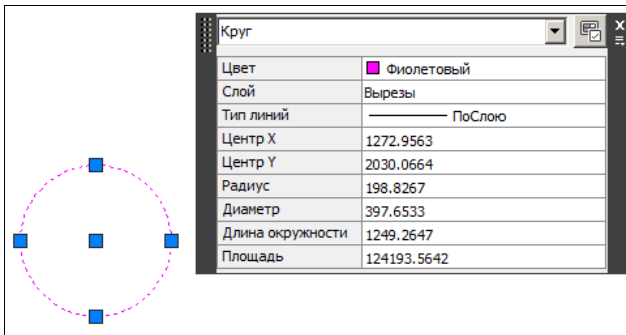
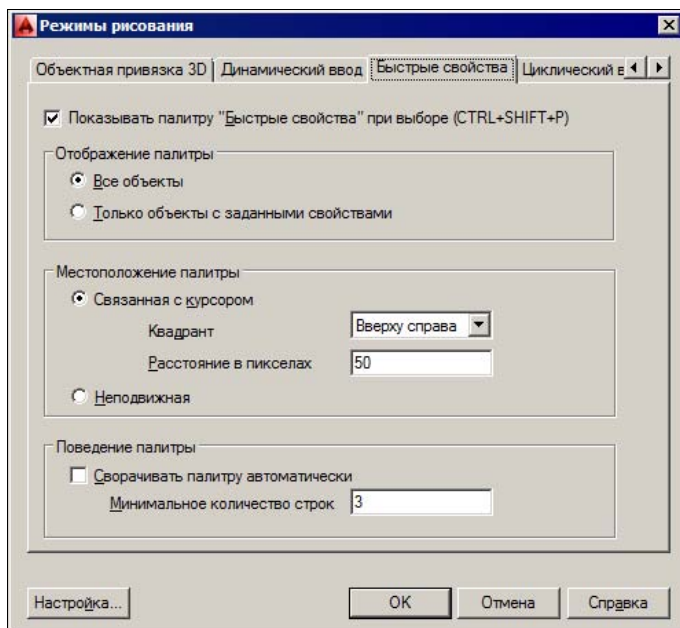

Рис. 2.22. Окно
Рис. 2.29. Диалоговое окно **Режимы рисования**, вкладка **Быстрые свойства**
При включении режима быстрых свойств (БС (QP)) пользователь может получать быструю информацию об основных свойствах объекта, если щелкнуть на нем левой кнопкой мыши. При этом появляется окно быстрых свойств (рис. 2.22). Состав выводимых в это окно свойств может настраиваться при адаптации пользовательского интерфейса. Подробнее о свойствах примитивов см. главу 5.
Вкладка **Быстрые свойства** (Quick Properties) (рис. 2.29) появилась в версии 2009. На этой вкладке задаются настройки отображения окна быстрых свойств для выделенного объекта (см. рис. 2.22).